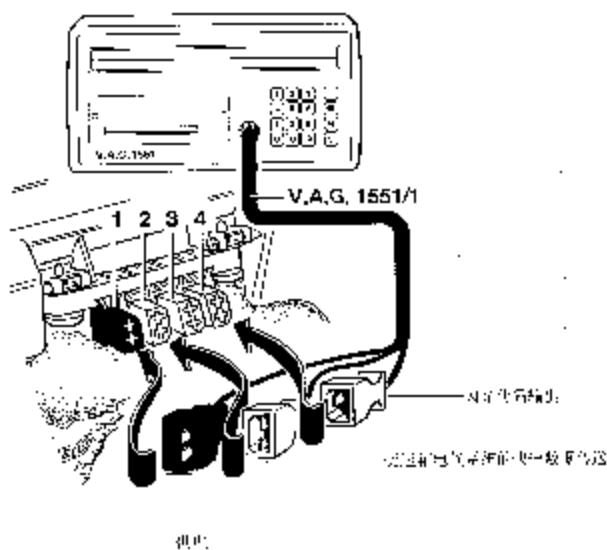

图 7-149 V.A.G1551 的连接
1) 拆下手制动器手柄旁边的诊断插座止方的盖板，如图 7-149 所示。